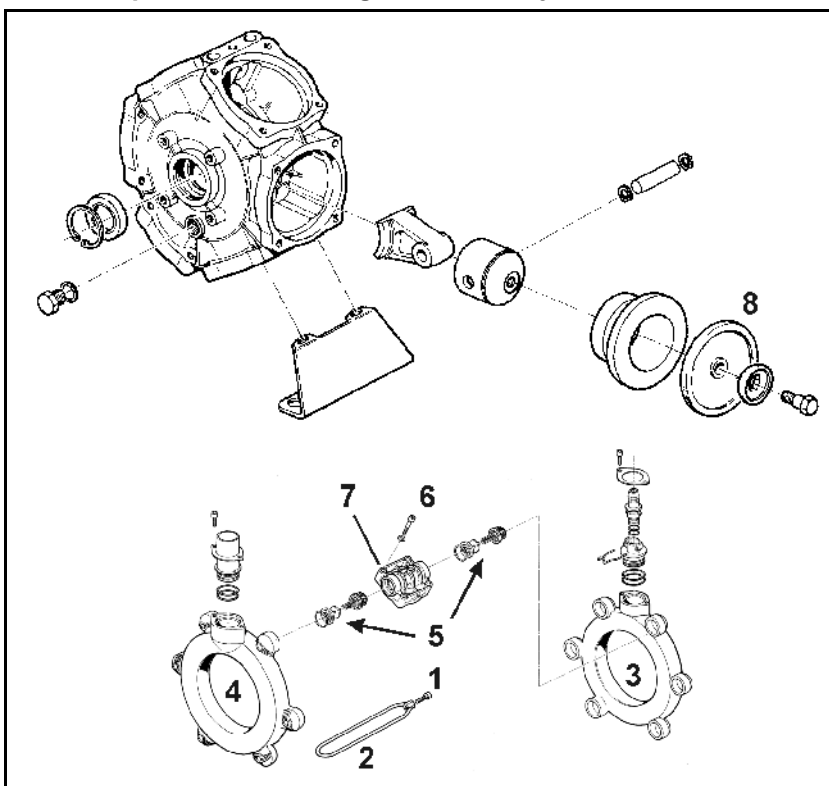

Bild 149
- Kontrollera kolvmembranens (Bild 149/1) tillstånd genom att demontera dessa minst en gång om året.
- En annan ventilsets (Bild 149/5) demonteras, notera och märk upp resp ventils monteringsläge.
- Även om endast ett kolvmembran (Bild 149/6) är uppsvällt eller poröst, ska samtliga membran bytas ut.
2. Lossa skruvarna (Bild 149/1) och demontera spännbygeln (Bild 149/2).
3. Demontera sug- och tryckrör (Bild 149/3 och Bild 149/4).
4. Demontera ventilsets (Bild 149/5) herausnehmen.
5. Demontera skruvarna (Bild 149/6).
6. Demontera cylindertoppen (Bild 149/7).
7. Kontrollera samtliga kolvmembran (Bild 149/8).
8. Byt ut kolvmembranen (Bild 149/8) vid behov.